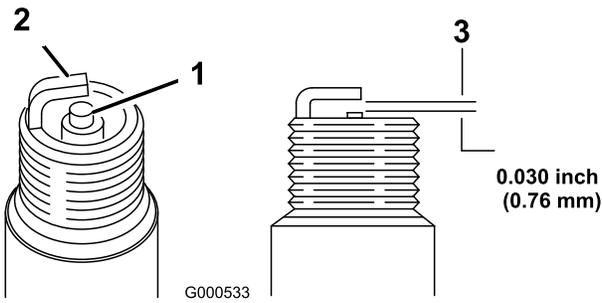

图43
1. 查看火花塞的中心 图43。
2. 检查中心电极与侧电极之间的空隙 图43 如果空隙不正确则弯转侧电极。